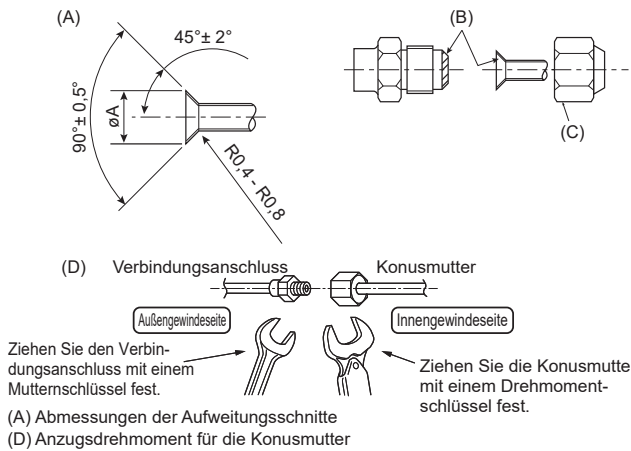

Abb. 4-1
(A) (Abb. 4-1)
(D) (Abb. 4-1)
4.2. Rohranschlüsse (Abb. 4-1)
- Vor dem Anziehen der Konusmutter eine dünne Schicht Kältemittel-Öl auf das Rohr und auf die Oberfläche des Sitzes an der Nahtstelle auftragen. (A)
- Mit 2 Schraubenschlüsseln die Rohrleitungsanschlüsse fest anziehen. (D)
- Tragen Sie Kältemaschinenöl auf die gesamte Konusauflagefläche auf. (B)
- Die Konusmuttern für die nachstehende Rohrgröße verwenden. (C)